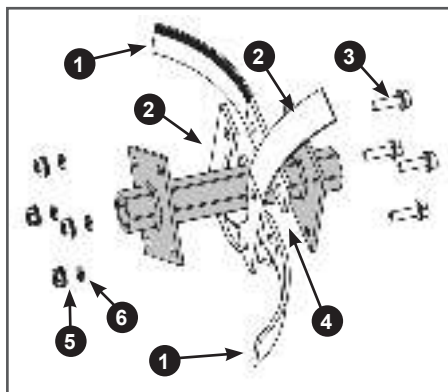

Рис. 15. Установка ножей на внутренний фланец основной секции оси фрезы
- Установите ножи на внутренний (со стороны редуктора) фланец основной секции оси (Рис. 15). Со стороны редуктора вставьте в отверстия во внутреннем фланце 4 оси болты 3, далее в соответствии с рисунком 15 на внутренний фланец с внешней его стороны установите правые ножи 1 (имеющие изгиб в сторону от редуктора), затем, как показано на Рис. 15 установите левые ножи 2 (имеющие изгиб к редуктору). После этого уста-
новите пружинные шайбы 6 и закрутите гайки 5 (Рис. 15). Затяните все резьбовые соединения.